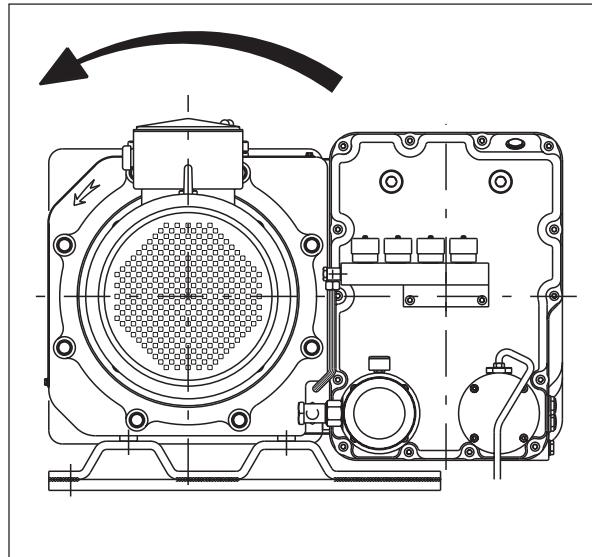

Fig.5
Controllare il senso di rotazione del motore accendendo la pompa per un breve istante (2-3 secondi). Il senso corretto è quello indicato dalla freccia posta sulla pompa (fig.5). Nel caso di rotazione contraria, occorre invertire il campo di rotazione del motore cambiando posizione a due dei tre conduttori di fase alla morsettiera di cablaggio del motore.
- Überprüfen Sie die Drehrichtung des Motors, indem Sie die Pumpe für kurze Zeit (2-3 Sekunden) in Betrieb setzen. Die korrekte Drehrichtung wird durch einen Pfeil auf der Pumpe dargestellt (siehe Abb. 5). Wenn die Drehrichtung falsch ist, sollten Sie zwei der drei elektrischen Leitungen im Klemmenkasten des Motors umpolen.